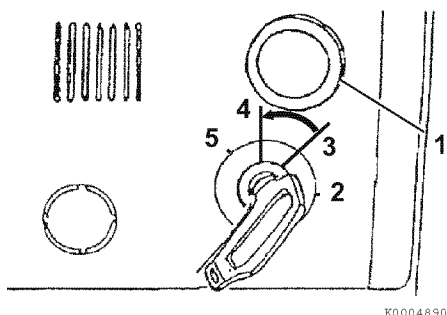

Figura 10
5. Gire la llave a la posición ON (3, **Figura 10**). Es normal que suene la alarma y se iluminen los indicadores de advertencia durante el encendido.
6. Mientras presiona el botón de parada (STOP) (1, **Figura 10**), gire la llave a la posición de arranque (START) (2, **Figura 10**).
8. Coloque la llave en la posición OFF (apagado) (4, **Figura 10**). El motor se apagará.